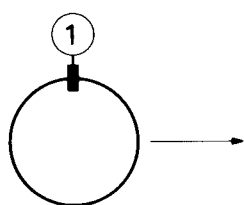
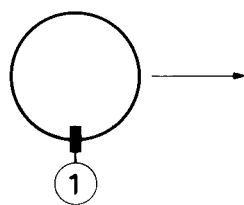

Fig. 5a
Fig. 6a
Steht die Ablenk-Einheit in der richtigen Stellung, dann den Gummikeil ①, von dem der Papierstreifen nicht entfernt worden ist, an der Oberseite (Abb. 5a) oder der Unterseite (Abb. 6a) anbringen.
Abb. 5a zeigt die Situation, in der die Ablenk-Einheit nach oben gekantelt wurde und Abb. 6a gibt an, dass die Unit nach unten gekantelt wurde.